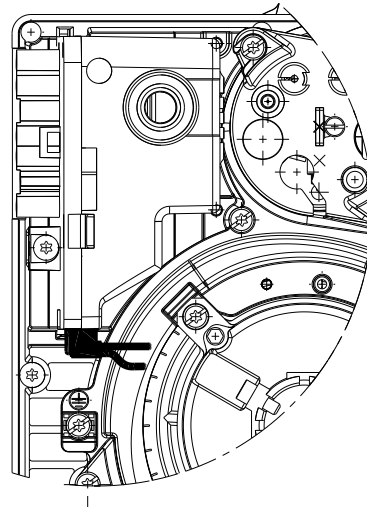

Abb. 21
- Die korrekte Einschaltung der Steckverbinder anhand der Symbole auf der Unterseite der Flammenüberwachungseinrichtung überprüfen: Sich vergewissern, dass die Steckverbinder vollständig eingesteckt sind, indem Sie sie bis zum Anschlag einschieben, jeder in seiner eigenen Position. Alle Steckverbinder müssen mit den Anschlusskabeln zur Innenseite des Brenners gerichtet sein (siehe Abb. 21).